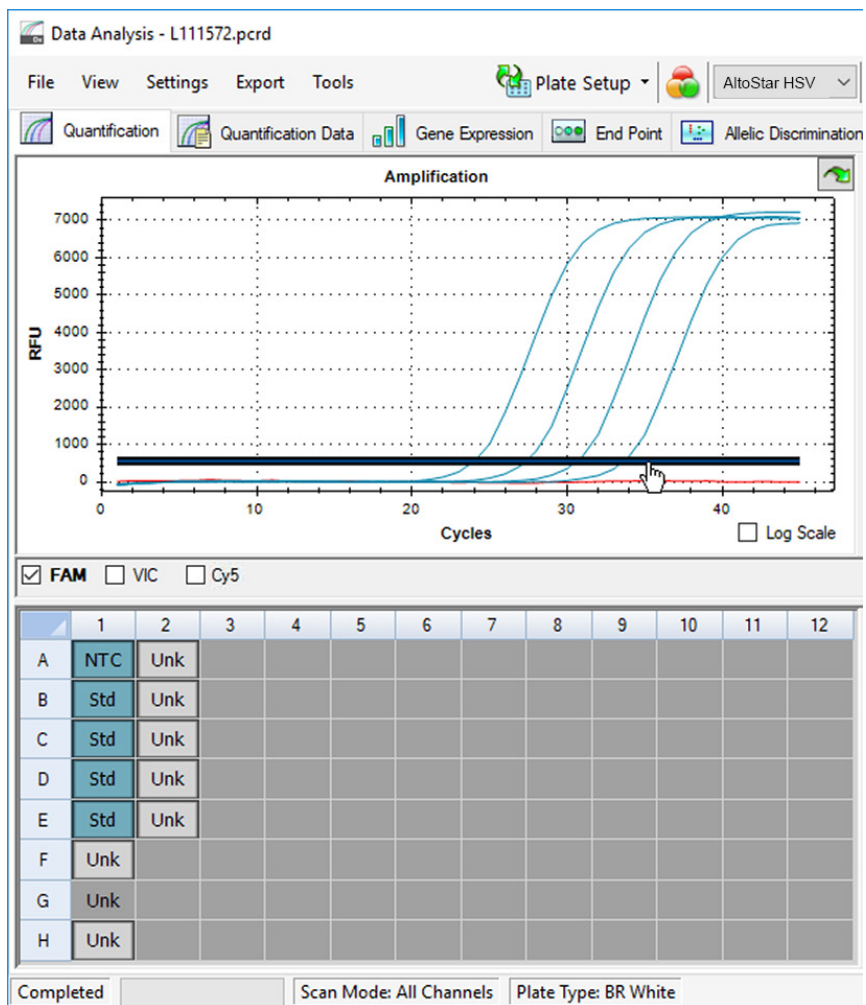

Figura 10: Ventana Data Analysis (análisis de datos): configuración del umbral FAM™
5. En la parte izquierda de la ventana Data Analysis (análisis de datos) quite la marca de la casilla de verificación **VIC** y marque la casilla **FAM** para el canal de detección de HSV-1 objetivo (consulte la figura 10).
6. Seleccione únicamente los pocillos que contienen el NTC y el QS en la vista de placa de la ventana Data Analysis (análisis de datos) (consulte la figura 10).
7. Arrastre el pocillo de umbral por encima de la señal del NTC hacia el área exponencial de las señales de QS (consulte la figura 10).